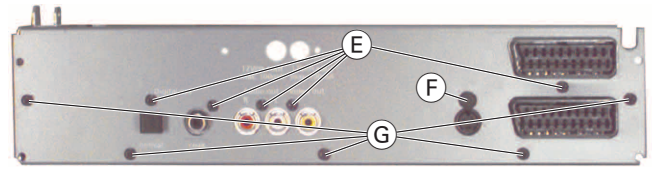

Fig. 2
- je 5 Schrauben Ⓔ/Ⓒ und Schraube Ⓕ (Fig. 2) herausdrehen.
- Undo the 5 screws Ⓔ/Ⓒ and the screw Ⓕ (Fig. 2).